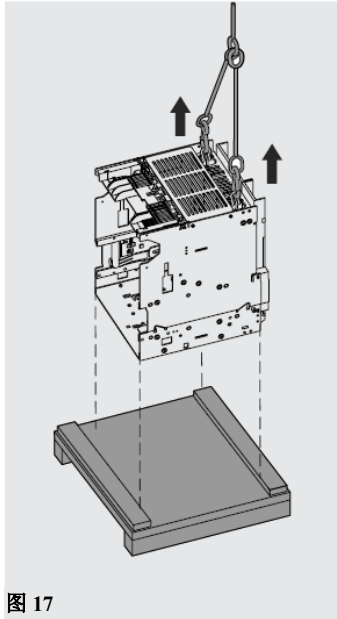

图 17
- 用随固定部分提供的两个吊钩将固定部分从包装箱底座上提起。见图 17。